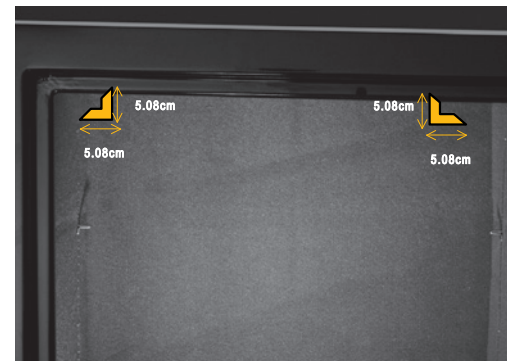

Bild 3.
- 1) Mät upp och märk ut förankringshålen 5 cm från hörnen baktill och nertill i skåpet. Använd en märkpenna för att märka ut borrhålen (Bild 3).